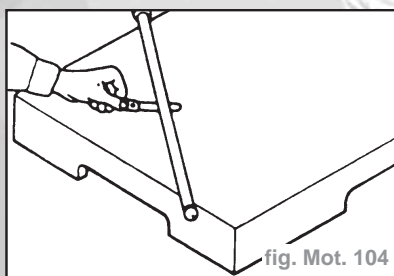

fig. Mot. 104
- Mesurer la courbure des poussoirs, utiliser une table de contrôle parfaitement lisse et une jauge d'épaisseur (fig. Mot. 104).